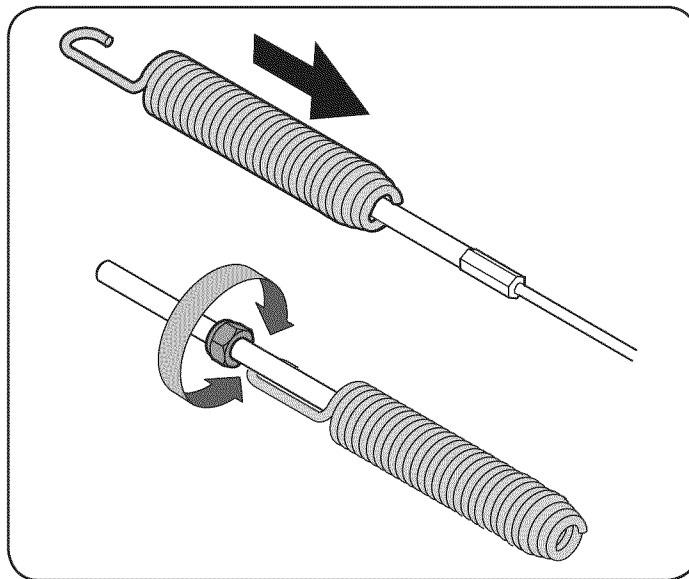

Figura 15
7. Deslice la primavera hasta el cable para exponer el cable acoplador hilos y tuerca. Consulte la Figura 15.